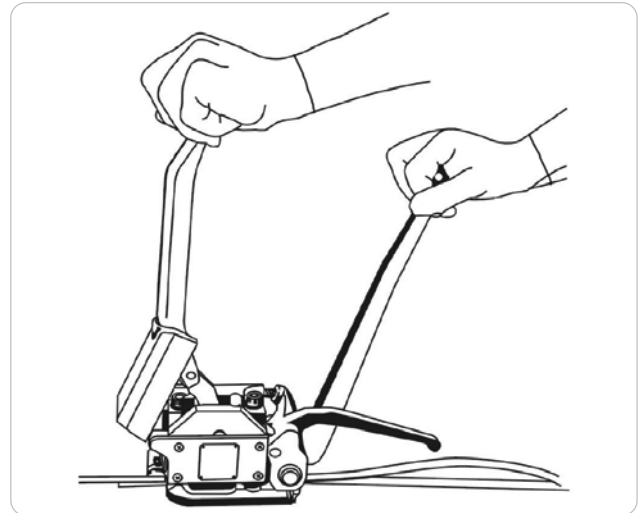

Figura 4
6. Punzonare il nastro con la leva di punzonatura spostandola in avanti fino all'arresto. La mano destra tiene saldamente il dispositivo e fornisce la necessaria forza contraria (Figura 4).